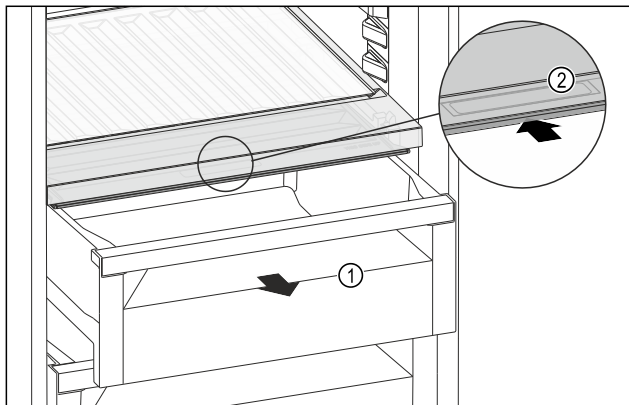

Fig. 241
- Schubfach Fig. 241 (1) herausziehen.
- Griffmulde Fig. 241 (2) am Fachdeckel anfassen und Fachdeckel gleichzeitig nach hinten schieben.